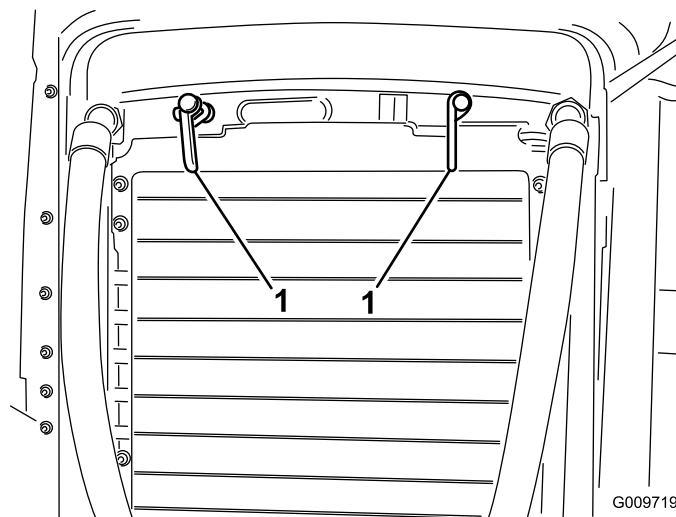

Figura 75
2. Gire los enganches (Figura 75) que sujetan el enfriador de aceite al bastidor.